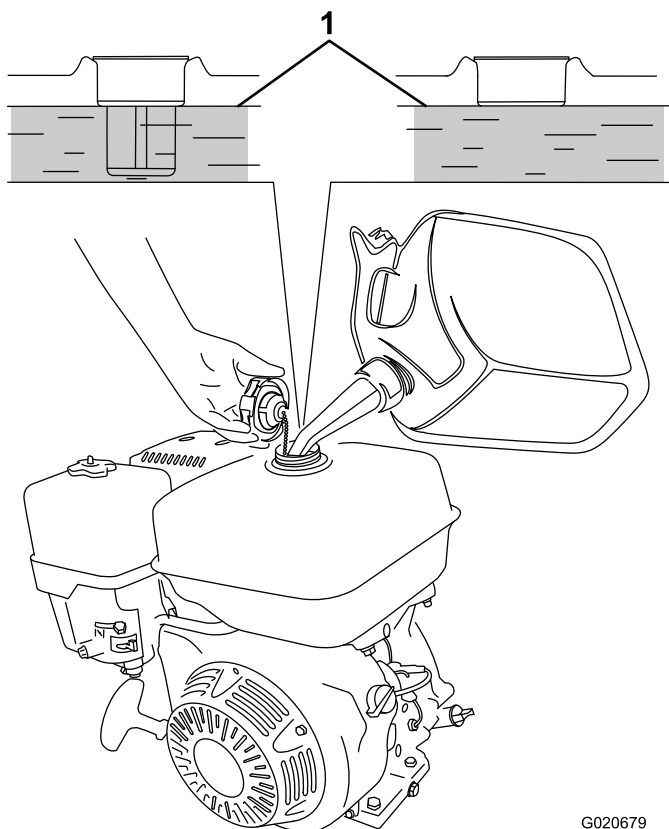

Figura 8
3. Versez du carburant dans le réservoir de carburant jusqu'à ce que le niveau maximum soit atteint (Figura 8).